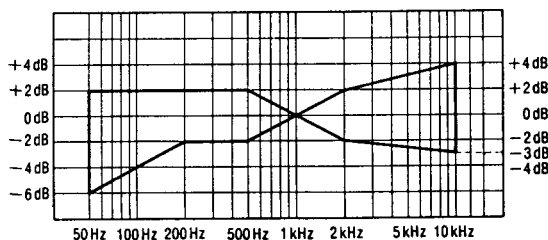

Fig. 4
2. Reproducir la señal grabada en el paso 1 y comprobar que el nivel de cada frecuencia de salida esté dentro de la gama mostrada en la Fig. 4 en comparación con la frecuencia de referencia (1kHz).